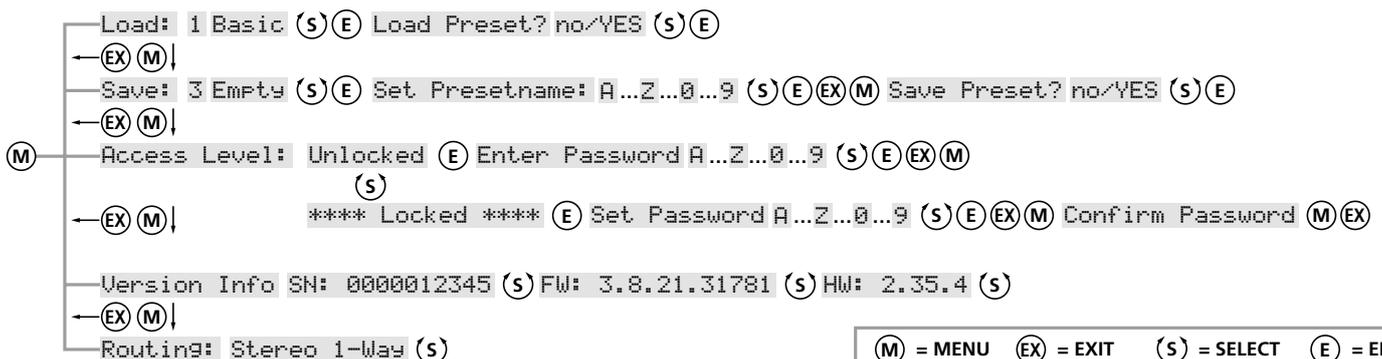

Abb. 7 Menüstruktur des Systemmenüs
Die folgenden generellen Einstellungen können über das Systemmenü (Abb. 7) durchgeführt werden. Es wird über die Taste MENU (4) aufgerufen und über die Taste EXIT (4) wieder verlassen. Durch wiederholtes Drücken der Taste MENU lässt sich ein Menüpunkt auswählen.